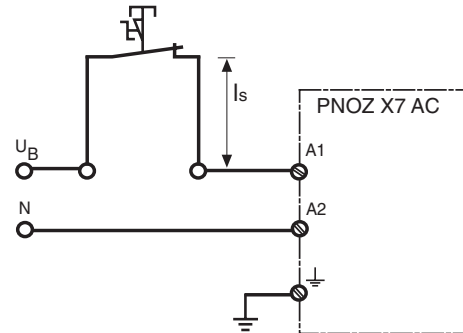

Fig. 4: Leitungslänge  $I_s$  der Stichleitung/Cable length  $I_s$  of the branch line/Longueur câblage  $I_s$  en dérivation
- Stichleitung (s. Fig. 4): max. Länge der Stichleitung  $I_s$  und max. Kabelkapazität  $C_L$  in Abhängigkeit der Versorgungsspannung  $U_B$ :
- branch line (Fig. 4): max. length of the branch line  $I_s$  and max. capacity will depend on the supply voltage  $U_B$ :
- Câblage en dérivation (v. Fig. 4): long. max. de la dérivation  $I_s$  et capacité max. dépend de la tension d'alimentation  $U_B$ :